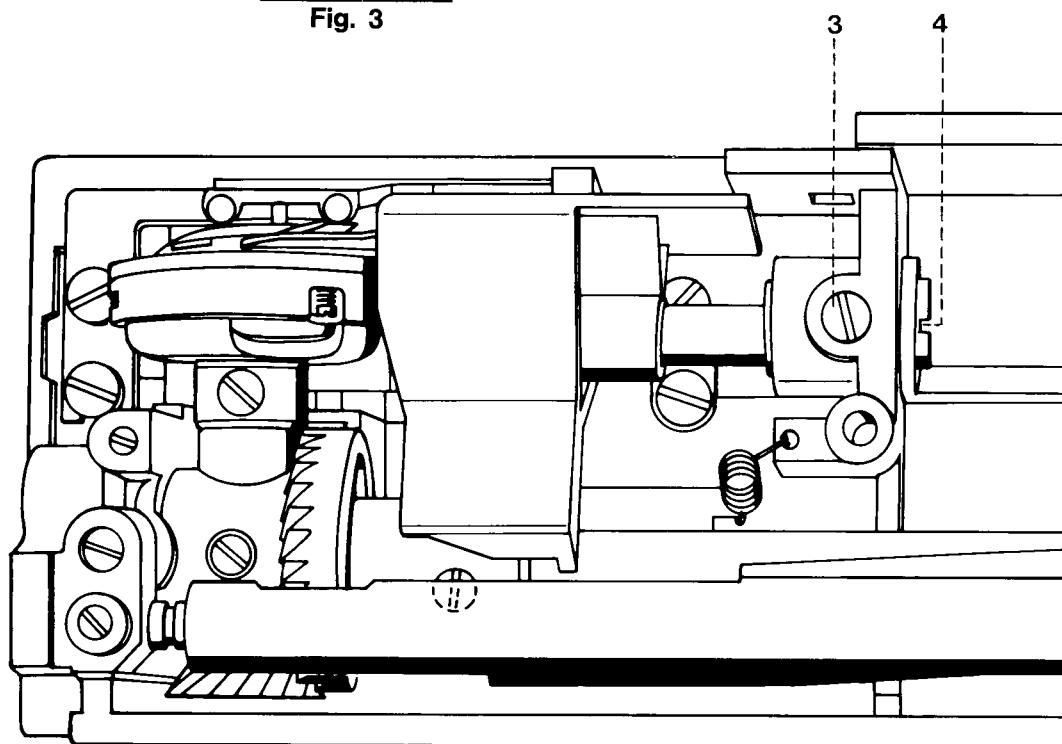

Fig. 3a
- Die Schraube 3 nur $\frac{1}{8}$ Umdrehung lösen (siehe Abb. 3a).
- Loosen screw 3 by $\frac{1}{8}$ turn only (Fig. 3a).
- Ne desserrer la vis 3 qu'un 8° de tour (voir fig. 3a).